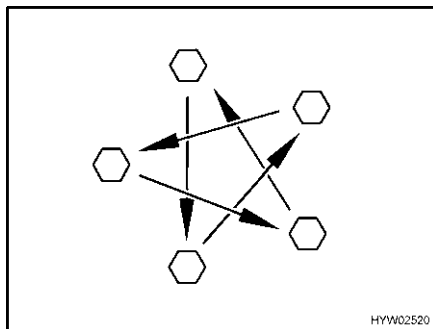

Fig. 180 Serrare a croce i dadi o i bulloni delle ruote
- Controllare regolarmente il serraggio dei dadi o dei bulloni. Regolare a croce (Fig. 180) il serraggio dei dadi o dei bulloni di una ruota sostituita dopo circa 50 km.
- ▷ Serrare a croce i dadi o i bulloni delle ruote (Fig. 180).